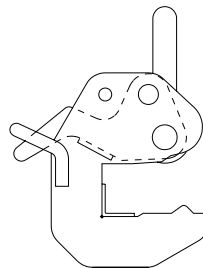

Abb. 21.2
1. Zuerst Sicherheitshebel soweit wie möglich öffnen (Abb. 21.2).